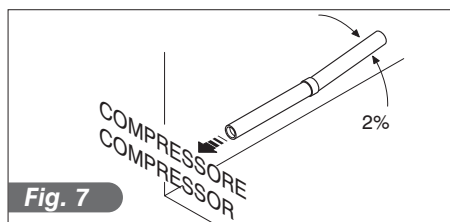

Fig. 7
- 1) Pendência das condutas. (Fig.7)